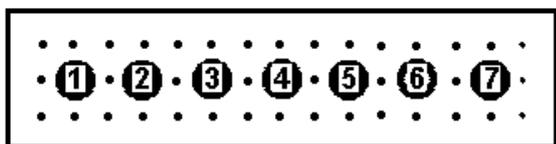
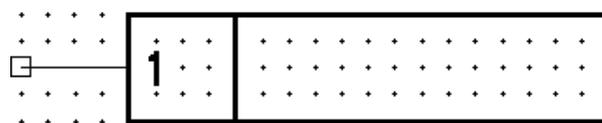

Рис. 25 (Сетка =1,25 мм)
Рис. 26 (Сетка =1,25 мм)
Разъем ON-KS-10 (рис.25) содержит 7 символов ON-KS (рис. 26).
5. Установить номер вывода, как показано на рис. 26, и провести вертикальную линию.